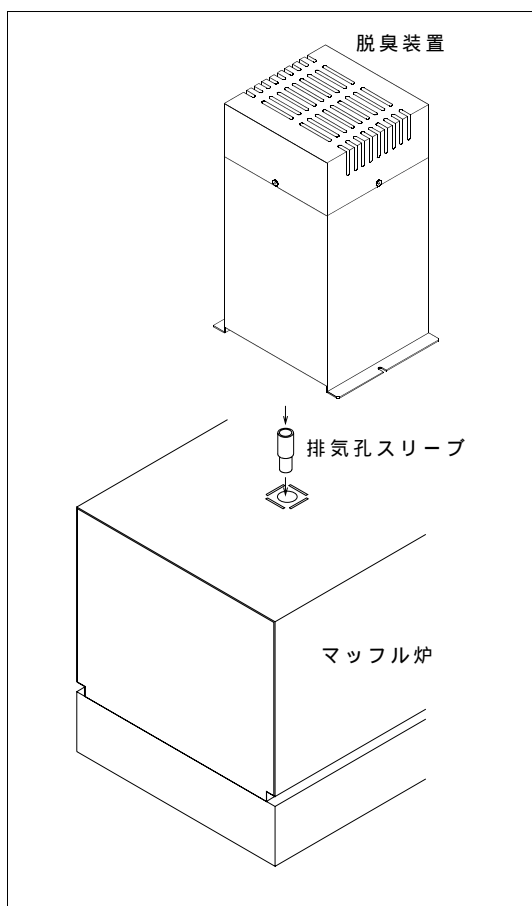

図3
- ・ 図3、図4のように本体の排気孔にKDF-ES7SまたはKDF-ES71Sの付属品の排気孔スリーブを挿入し、その上にKDF-ES7SまたはKDF-ES71Sを設置します。（KDF-ES71Sは4ヶ所ビス止めします。）